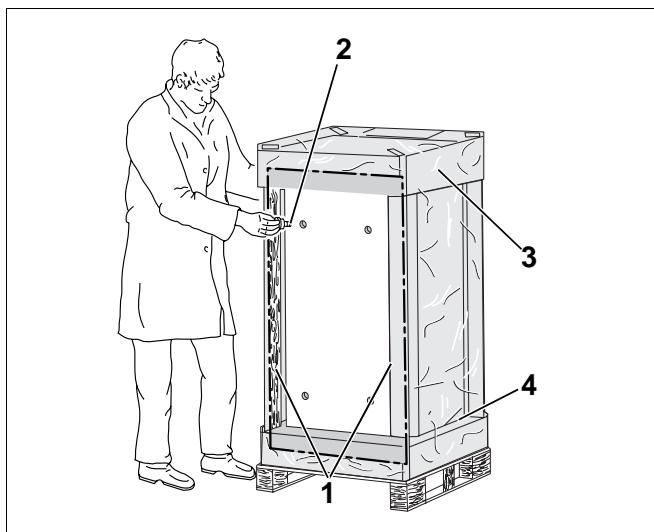

Рис. 3 Вырезать упаковочную пленку и закрутить опорные болты
- Вырезать упаковочную пленку на стороне, противоположной наклейке "Kessel-Speicheroberseite" ("Верх бака") (рис. 3).
- Закрутить 4 опорных болта, (рис. 3, **поз. 2**) входящих в комплект поставки отопительного котла, на 15 – 25 мм.
- Удалить обе деревянные угловые планки (рис. 3, **поз. 1**) на нижней стороне бака-водонагревателя.